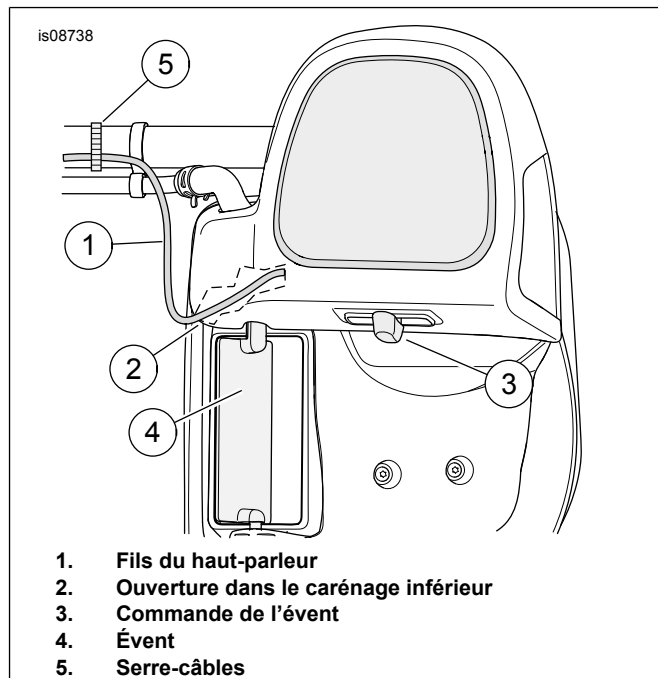

Figure 1. Canalisation des fils du haut-parleur
5. Voir Figure 1 . Faites passer le fil à travers la petite ouverture (2). Empêchez le fil d'entrer en contact avec l'évent (4) et la commande de l'évent (3).
9. Fixer les fils à l'aide d'une sangle de câbles (5).